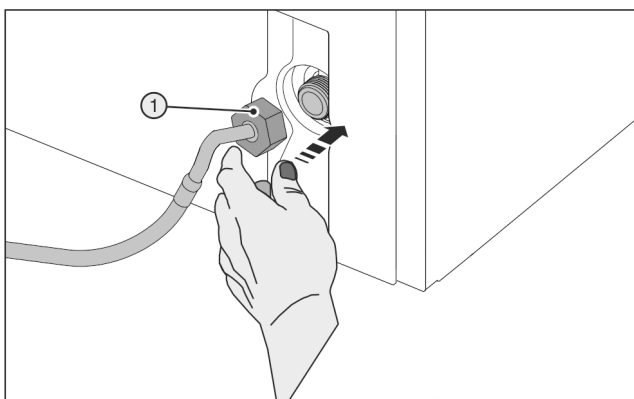

Fig. 24
- ▶ Helyezze fel óvatosan, és tekerje egyenesen a menetre az anyát Fig. 24 (1).
- ▶ Tegye fel óvatosan az anyát Fig. 24 (1), és két ujjal, egyenesen tartva csavarja fel a menetre, amíg szorosan nem illeszkedik.
- ▶ Kizárólag szobahőmérsékleten használja a segédszerszámot (5).
- ▶ Húzza meg az anyát Fig. 24 (1) a segédszerszámmal (5) az óramutató járásával megegyező irányban, míg el nem éri a maximális nyomatókat, és a segédszerszám (5) leforog.